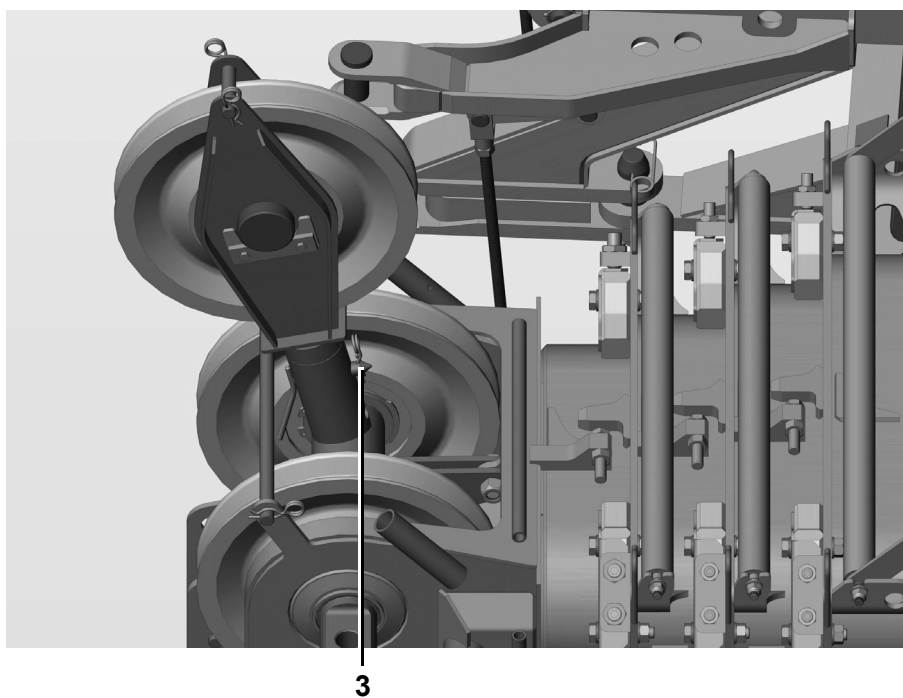

Fig. 145 Posicionamento do furo para proteger a polia defletora
| 8 | Aparafuse e prenda a polia defletora com os furos (3) na Fig. 145 fornecidos para esse fim. |